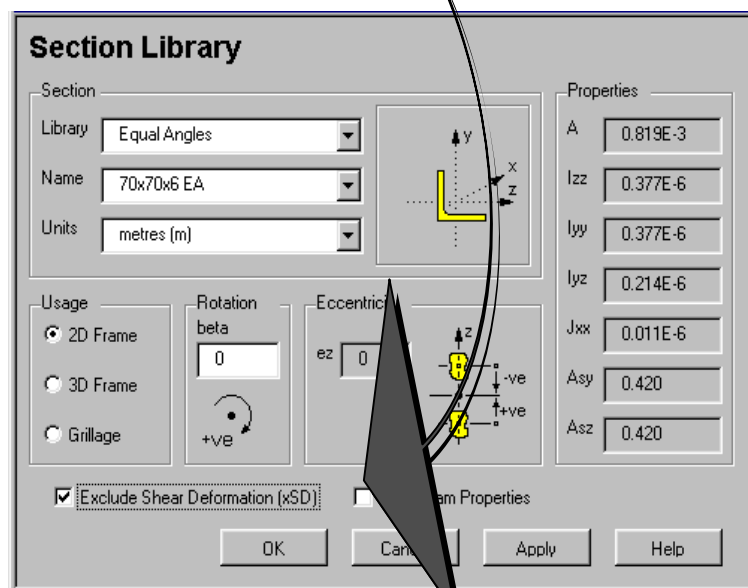

Fig. 22
- pentru ferma de acoperiș se alege secțiunea tip cornier (**Equal Angles**) cu dimensiunile **70x70x6 EA** (fig. 22)